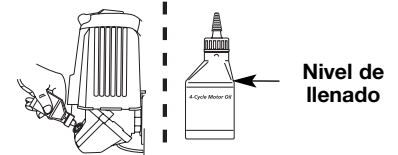

Fig. 24
**NOTA:** Use la botella y la boquilla que guardó del uso inicial para medir la cantidad correcta. El nivel de 90 ml (3,04 onzas) está aproximadamente en la parte superior de la etiqueta de la botella (Fig. 24). Mida el nivel con la varilla de medición. Si el nivel está bajo, agregue una pequeña cantidad de aceite y vuelva a medir (Fig. 24). No lo llene demasiado.